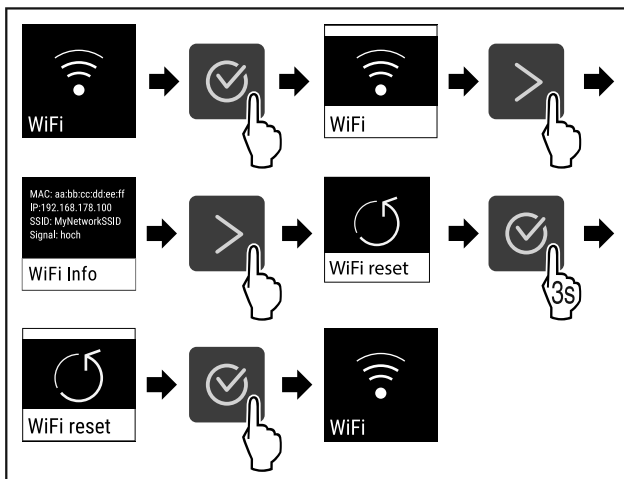

Fig. 88
- ▶ Suivre les étapes (voir Fig. 88) .